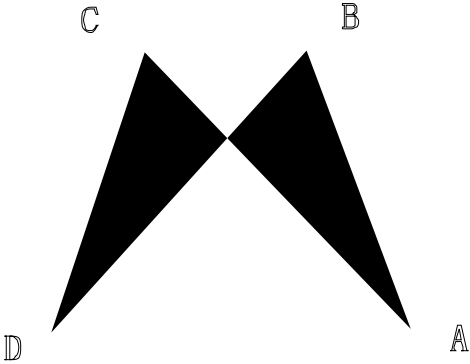

图 4-16 顺着一个方向结果
用 Solid 命令绘制如图 4-16 所示图形，其具体操作如下：
- 3) 输入点的顺序应按“左、右”、“左、右”、……，依次输入，否则会出现“遗漏”现象，如图 4-16 所示，当然，在某些场合也需要做出这样的图形。Solid 命令是按奇数点连接奇数点，偶数点连接偶数点的规则，只要清楚这一点，就能灵活操作。